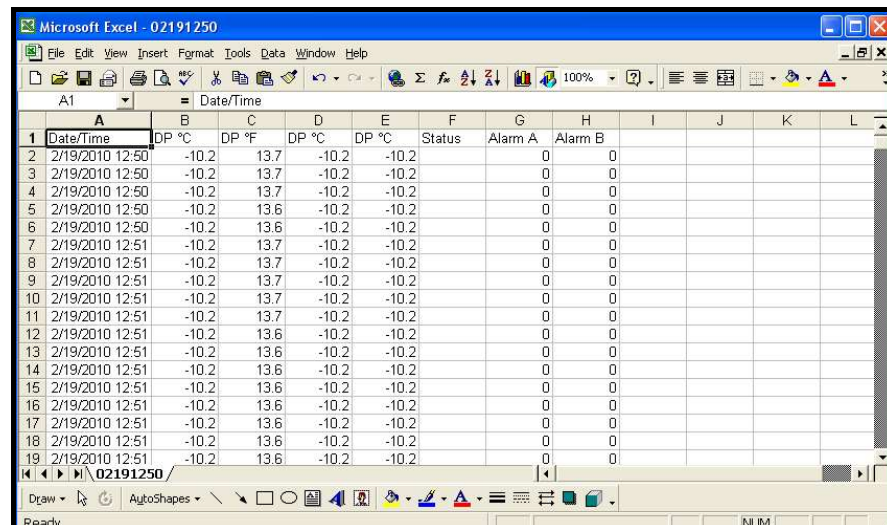

Figure 65: Importation du fichier dans Excel réussie
8. Une fois la configuration terminée, cliquez sur Terminer (Finish) ; un écran semblable à celui de la Figure 65 on page 73 s'affiche.